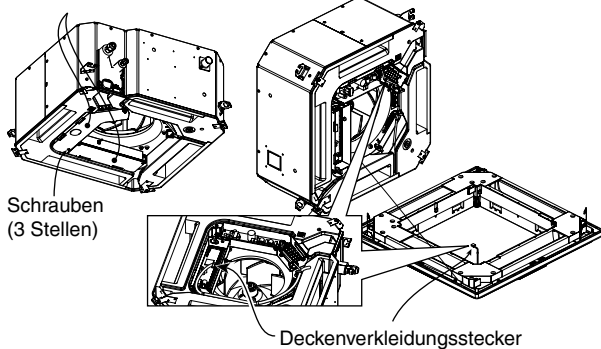

Abb. 9-26
- (1) Die Abdeckung des Gehäuses der elektrischen Komponenten abnehmen.
- (2) Den 7-poligen Stecker (rot) der Deckenverkleidung mit dem Stecker im Gehäuse der elektrischen Komponenten an der Einheit verbinden. (Abb. 9-26)
- \* Den Stecker durch die Klemme führen, um ihn zu befestigen. (Abb. 9-26)